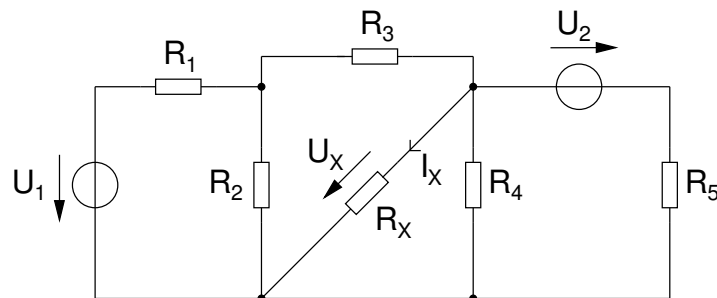

Abbildung 6: Superpositionsprinzip
In diesem Teil der Übung soll das Superpositionsprinzip nachgemessen werden: In der Schaltung aus Abbildung 6 sollen daher drei Messungen durchgeführt werden: Die erste Messung von U_x und I_x soll mit beiden Spannungsquellen durchgeführt werden. Im nächsten Schritt soll nur U_1 als Spannungsquelle eingesetzt werden und U_2 kurzgeschlossen werden. In der dritten Messung soll U_2 aktiv sein und die andere Spannungsquelle kurzgeschlossen werden. Die Summe der Spannungen und Ströme der beiden letzten Messungen soll mit den gemessenen Werten aus der ersten Messung übereinstimmen.
1. Bauen Sie die Schaltung aus Abbildung 6 auf. Tabelle 3 fasst die Parameter dieser Schaltung zusammen.